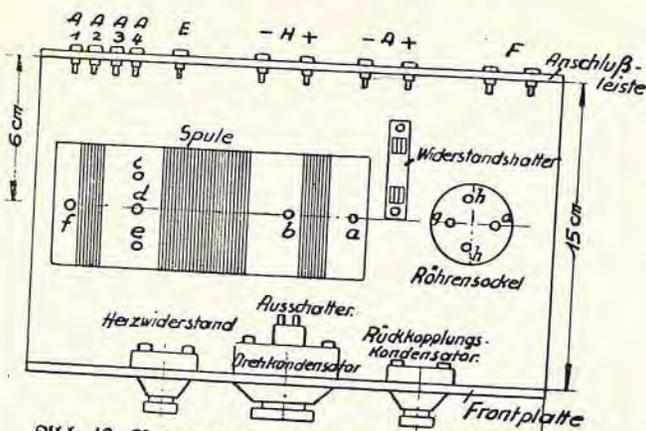

Abb. 42. Bodenplatte mit den Bauteilen, ungeschaltet.
Wie der Empfänger von oben jetzt aussieht, zeigt Abb. 42.
Nach Abb. 42 und 43 werden die Buchsen A1, A2, A3 direkt mit den Spulenschrauben c, d, e verbunden, A4 mit b über einen Blockkondensator von 250 cm. Die Schraube f liegt an Erde und dem d r e h b a r e n T e i l des Abstimmkondensators. Von der Buchse H — führt die Leitung zum Heizwiderstand (Anschluß beliebig), von dessen zweiter Klemme zum Röhrensockel an eine der beiden Röhrenbuchsen h. Die andere Röhrenbuchse h wird über den Ausschalter mit der Buchse H + verbunden. Die Schraube b (oberes Ende der Bitterspule) wird an den festen Teil des Drehplattenkondensators und über den zweiten Blockkondensator an das Bitter (g) angeschlossen. Die Glühkathode erhält Verbindung mit dem Bitterkreis durch den Draht v. Die Bitterauf Ladungen führt der Ableitwiderstand zur Kathode. Die Anodenbuchse A — schaltet man an die mit H — verbundene Buchse h der Röhrenfassung.
Dann steckt man die Antennen- und Erdungszuleitung in die entsprechenden Buchsen und verbindet die Heiz- und Anodenbatterie durch je zwei Leitungsschnüre mit den dazu bestimmten Buchsen. Dabei sind Steckanschlüsse besser als Schraubenanschlüsse. Für die ersteren verwendet man die unter dem Namen „Bananenstecker“ bekannten Stecker. Als Leitungsschnur eignet sich sog. L i h e (kein massiver Kupferdraht, sondern ein aus mehreren dünnen Drähten bestehendes Kupferseil). An den Enden muß die Gummiisolation auf etwa 1 cm Länge entfernt werden (Vorsicht, daß die Drähte nicht mit eingeschnitten werden und später abbrechen!). Die Umklöppelung oder die „Hose“ des Drahtes wird mit Faden abgebunden, daß sie nicht auffransen oder auf dem Draht sich verschieben kann. Nach Einstecken der Röhren und der Kopfhörerstecker und nach Einschalten des Heizwiderstandes (Abb. 42, linker Knopf) und des Ausschalters (wenn ein solcher angebracht ist) ist der Apparat empfangsbereit. Um ihn zu erproben, macht man am
Der Drehplattenkondensator wird langsam in beliebiger Richtung durchgedreht, während der Rückkopplungskondensator (rechter Knopf) ganz nach links herausgedreht ist. Dabei können Stationen zu hören sein. Man reguliert mit der Feineinstellung (wenn vorhanden) auf größte Lautstärke ein. Die Lautstärke kann weiter gesteigert werden, wenn man den Rückkopplungskondensator (Abb. 42, rechter Knopf) vorsichtig nach rechts dreht. Dreht man zu weit, dann fängt der Apparat plötzlich zu pfeifen oder zu heulen an: er ist ins Schwingen gekommen und wirkt als Sender. Dadurch werden die benachbarten Empfänger in der gleichen Weise gestört. Deshalb muß die Rückkopplung sofort zurückgedreht oder, wenn das nichts hilft, die Heizung ausgeschaltet werden. Bei einem Apparat, der so leicht in das Schwingen gerät oder aus diesem Zustand nur durch Ausschalten zu bringen ist, wurde entweder eine ungeeignete Röhre verwendet (siehe Verzeichnis!) oder die Rückkopplung ist zu stark. Sie wird loser gemacht, wenn man einige Windungen der Rückkopplung abwickelt oder den Rückkopplungskondensator (250 cm) gegen einen kleineren (100 bis 150 cm) austauscht oder die Anodenspannung erniedrigt (um 10—20 Volt).
2. Kein Heiz- oder Anodenstrom. Prüfung auf Heizstrom: Röhre und Kopfhörerstecker werden herausgezogen und der Heizwiderstand ausgeschaltet (nach rechts gedreht!). Nun legt man die Kopfhörermuscheln an die Ohren und berührt mit den Steckern des Kopfhörers die Heizbuchsen (Abb. 42 h h). Ist der Heizkreis in Ordnung, so hört man ein stärkeres Knacken.